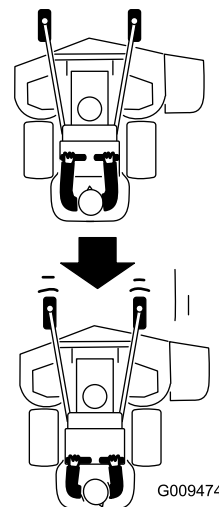

Figure 20
- Tirez les leviers de commande de déplacement lentement en arrière (Figure 20).